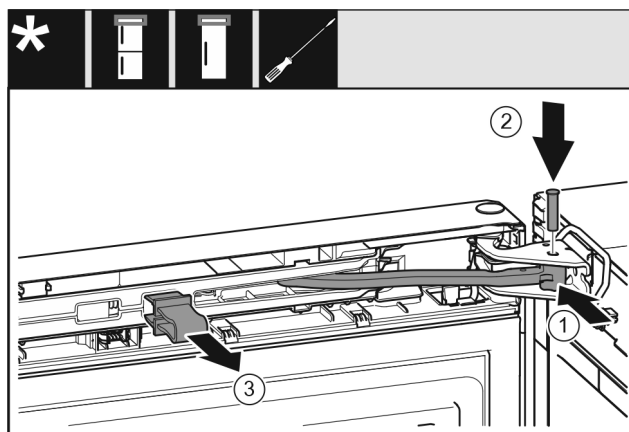

Fig. 43
- ▶ Forgassa a csapágybakba a csuklót Fig. 43 (1).
- ▶ Helyezze be a csapszeget Fig. 43 (2) a csapágybakba és a csuklóba. Közben ügyeljen arra, hogy a reteszelő bütyök megfelelően illeszkedjen a horonyba.
- ▶ Vegye le a biztosítékot Fig. 43 (3).